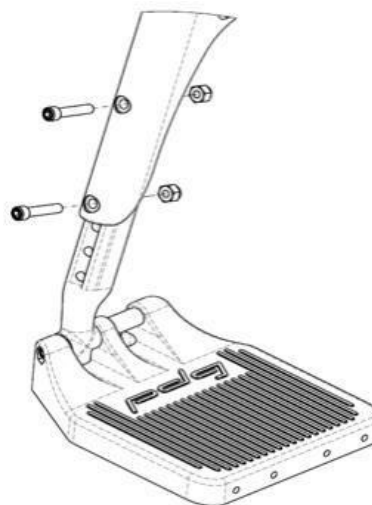

Fig. 2: Justering af højden på standard Swing-Away fodstøtter.
1. Fjern først eventuelt monteret hælstop. Fjern derefter skruer og møtrikker (fig. 2) med en unbrakonøgle.